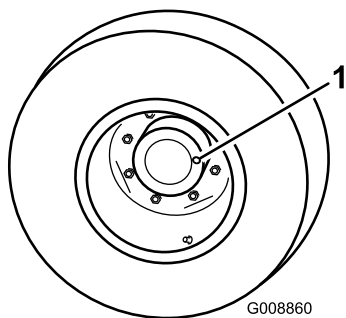

Bild 42
1. Stellen Sie, wenn sich die Maschine auf einer ebenen Fläche befindet, das Rad so, dass sich die Prüf-/Ablassschraube (Bild 42) entweder in der 3-Uhr- oder der 9-Uhr-Stellung befindet.
2. Nehmen Sie die Schraube am Planetengetriebe ab (Bild 42). Der Ölstand muss die Unterseite des Prüfschraubenlochs an der Rückseite der Bremse erreichen.